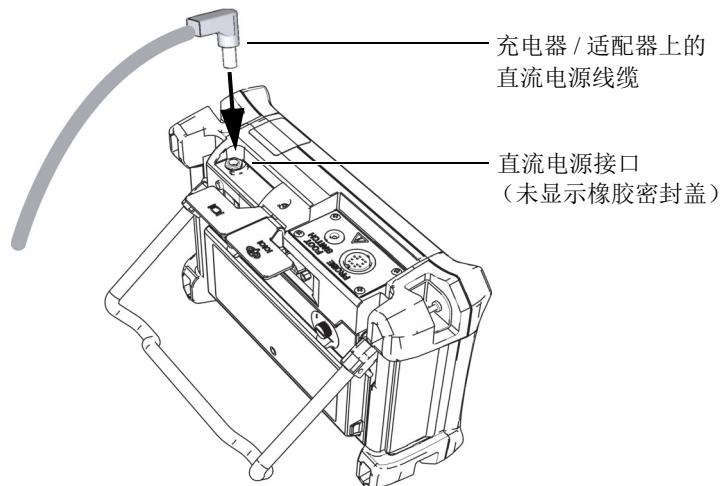

图 1-9 连接直流电源插头
2. 打开盖在 Magna-Mike 8600 仪器顶部直流电源 (DC) 接口上的橡胶密封盖。
3. 将充电器 / 适配器上的直流电输出电源线缆连接到 Magna-Mike 8600 仪器顶部的直流电源接口 (参见第 24 页的图 1-9)。